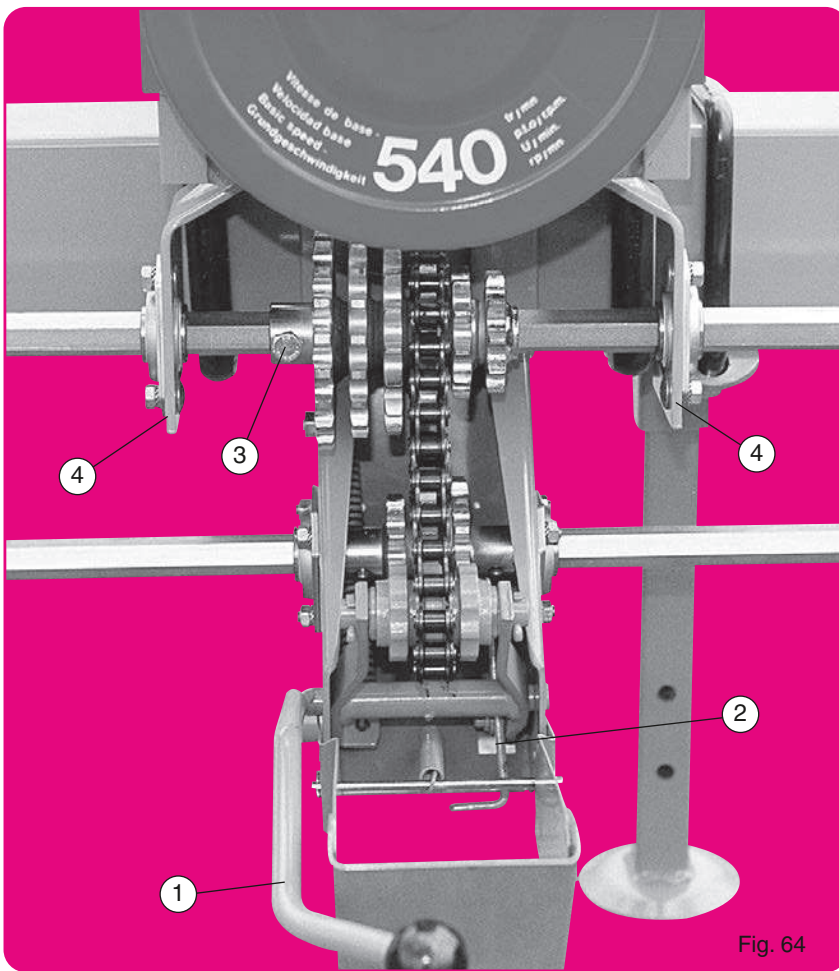

Fig. 64
- Montage normal (fig. 64) pour semoir à nombre de rangs pair et inter-rangs supérieur à 45 cm.
- Montaje normal (fig. 64) para sembradora con número par de filas y distancia entre hileras superior a 45 cm.
- Normal assembly (fig. 64) for planters with an even number of rows and inter-row spacing over 45 cm (18")